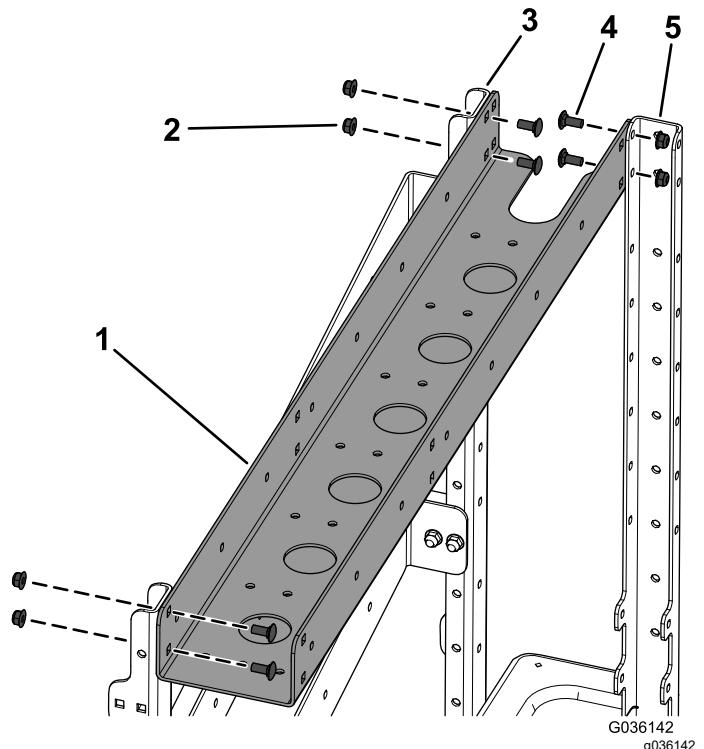

Figure 5
4. Fixez le support de tuyau aux 2 supports latéraux verticaux et au support vertical avant du cadre à l'aide de 6 boulons de carrosserie (5/16" x 3/4") et 6 écrous à embase (5/16"), comme montré à la Figure 5.